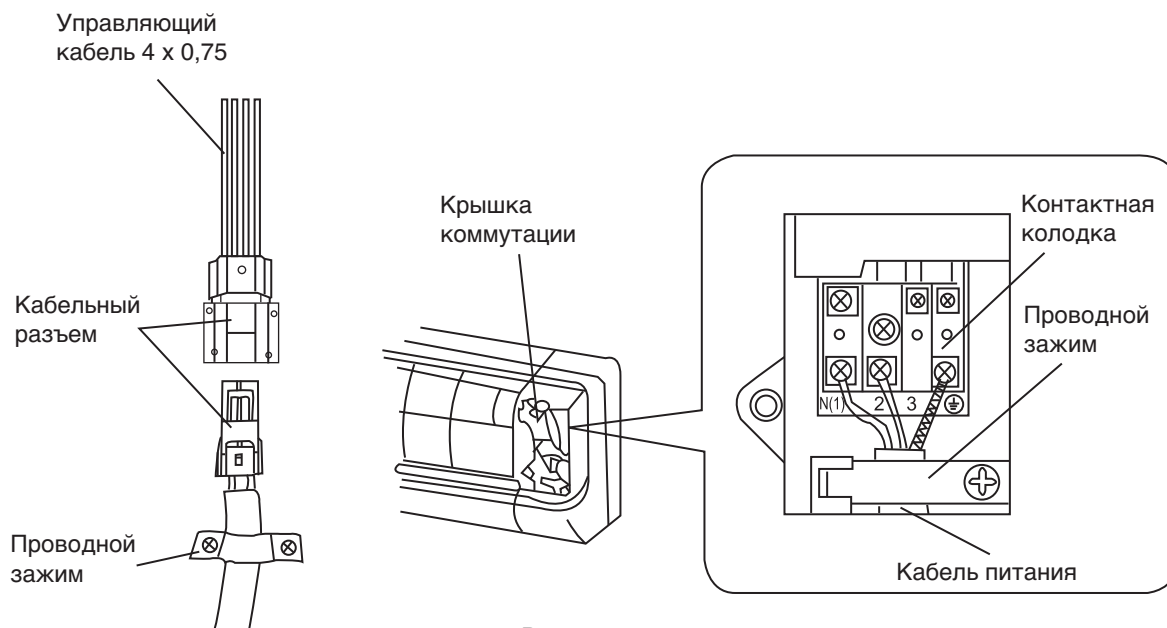

Рис. 4
2. Снимите крышку коммутации (рис. 4).
4. Подключите синий провод питания к клемме "N(1)", коричневый – к клемме "2", красный – к клемме "3" и желто-зеленый (провод заземления) – к клемме  $\perp$ , как показано на рис. 4.